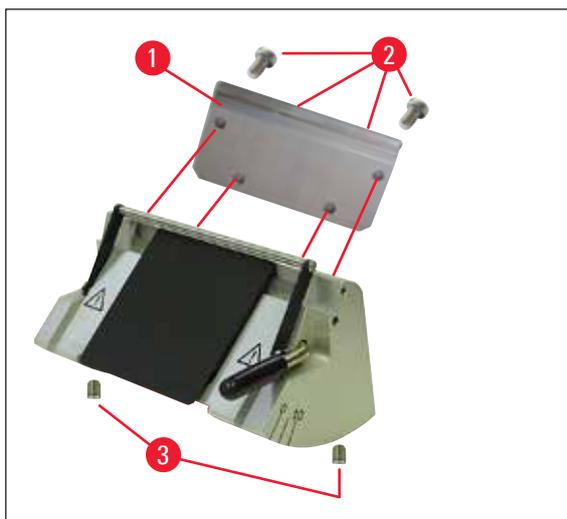
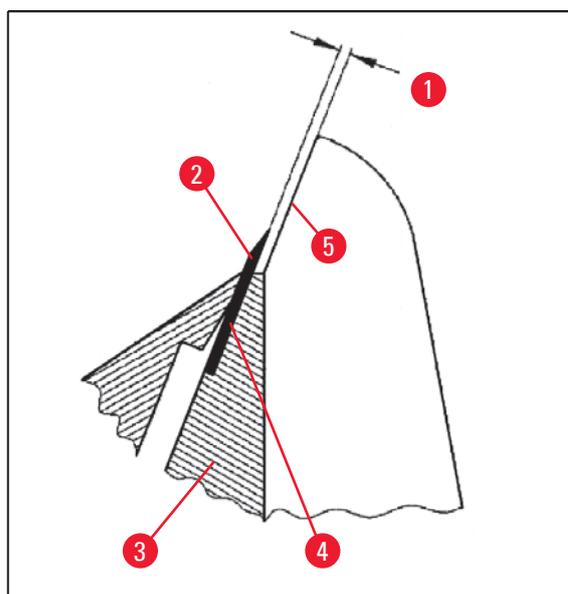

Fig. 34
Fig. 35
- Lors du montage, veillez à ce que le rebord supérieur de la plaque de pression (→ Fig. 40-4) soit parallèle et à la même hauteur que celui de la plaque de pression arrière (→ Fig. 40-2) (voir fig. (→ p. 44 – Fig. 34), (→ p. 45 – Fig. 35)). Si nécessaire, ajustez les plaques d'appui (→ p. 48 – 5.9.10 Vue d'ensemble - accessoires).